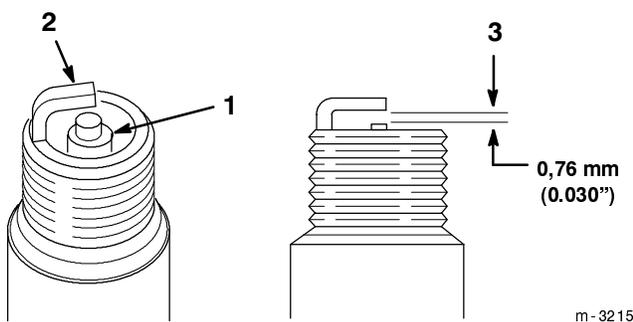

Figure 29
1. Inspecter le centre des bougies (Fig. 29). Si le bec de l'isolateur est recouvert d'un léger dépôt gris-brun, le moteur fonctionne correctement. S'il est couvert d'un dépôt noir, c'est généralement signe que le filtre à air est encrassé.
2. Contrôler l'écartement entre l'électrode centrale et l'électrode latérale (Fig. 29). Courber l'électrode latérale (Fig. 29) si l'écartement est incorrect.